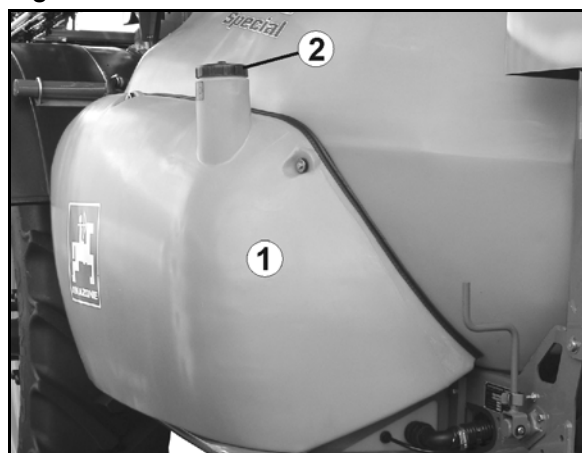

Fig. 59
- Enchimento com linha de fluxo livre e saída oscilante (Fig. 59).